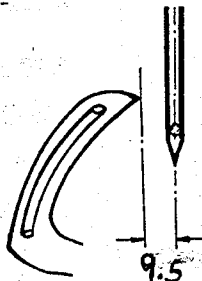

Fig. 1
Zur bequemeren Einstellung entferne Drückfuß, Stichplatte und Transporteur. Setze den Fadengreifer in den Greiferhebel ein. Der Greifer ist so einzustellen, daß der Abstand von Nadelmitte zur Greiferspitze 9,5 mm \approx $3/8$ " beträgt und zwar bei Beginn der Nadelstangenaufwärtsbewegung (Fig. 1). Dieser Abstand lässt sich nach Lösen der Mutter am rechten Schenkel des Greiferhebels durch Verschieben der Kugelschraube im Langloch ändern. Bei der Bewegung nach rechts muß der Greifer dicht an der Rückseite der Nadel vorbeigehen, ohne diese zu berühren. Dazu wird der Greiferhebel auf seiner Achse nach Lösen der beiden Schrauben seitlich verschoben.
For convenient access, remove the presser foot, throat plate and feed dog. Insert the looper into the looper rocker. Set the looper so that the distance from the centre line of the needle to the point of the looper is 9,5 mm \approx $3/8$ " in the lowest position of needle bar just before moving upwards (Fig. 1). Therefore loosen the nut at right side of looper rocker and replace the ball stud till the specified dimension be obtained. As the looper moves to the right, its point should pass behind the needle as close as possible without contacting it. Adjustment can be made by loosening the fastening screws of looper rocker and replacing the looper rocker axially till this adjustment be obtained.
Bei Verwendung von Leinengarn ist der Nadelfaden nach Fig. 1 der Einfädelanleitung einzufädeln.
Die Stichlänge ist entsprechend der Kettelgarnstärke nach Lösen der Mutter Teil-Nr. HA 18 A (Fig. 3) einzustellen. Verstellen der Schwinge nach unten ergibt größere, Verstellen nach oben kleinere Stichlänge. Der Obertransport ist dann entsprechend an der Schwinge einzustellen. Verstellen nach hinten größerer Stich, nach vorn kleinerer Stich. (Fig. 1 u. 4).
Die Maschine ist für eine Naht mit Stichlochbindung (Fig. 1) eingestellt. Sollten Sie Kantenbindung wünschen, so können Sie diese Naht durch Herausnehmen des Nadelfadens aus der ersten Nadelfadenspannung (A) erreichen. (Fig. 4). Der Kettelfaden wird dann in diese Spannung (A) eingelegt (Fig. 4). Evtl. ist noch ein ausregulieren notwendig, damit der Nadel-faden sauber an der Kante liegt.